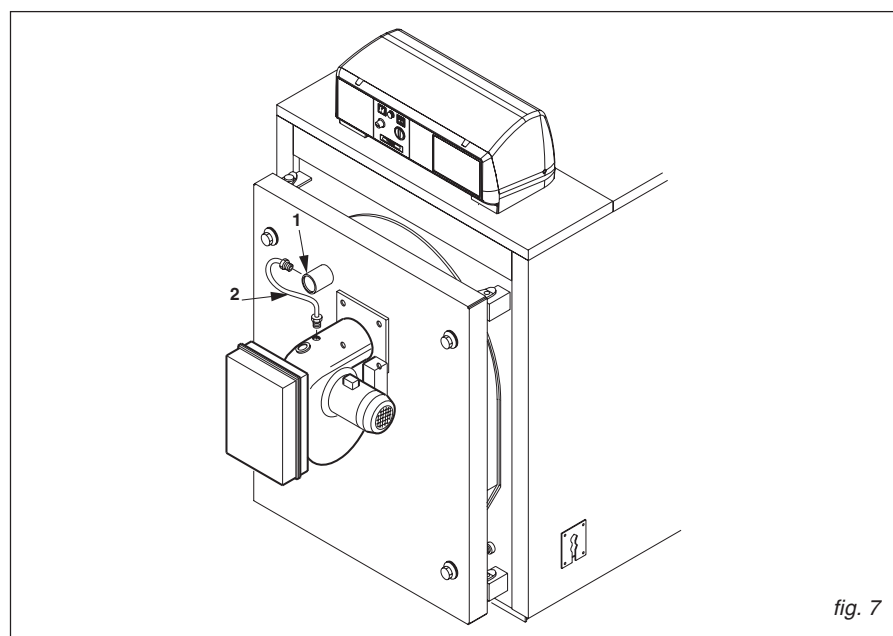

fig. 7
Le viseur de flamme de la porte est muni d'un raccord fileté de 1/8" (pos. 1 - fig.7) sur lequel est montée une prise de pression de 9 mm, pour la mesure de la contre-pression de la chambre de combustion.